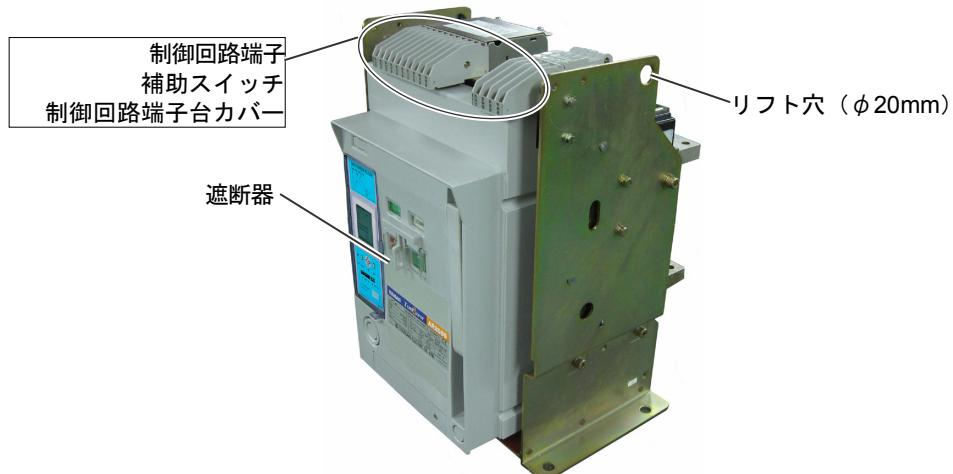

図1 遮断器の運搬
- 遮断器を吊り上げるときは、リフト穴に吊り上げ金具またはワイヤーロープ等を掛け下さい。このとき、ロープの内側に加わる力で、図1に示す制御回路端子、補助スイッチ、制御回路端子台に当たらないようにして下さい。また、遮断器を吊り上げる時、ゆっくりと吊り上げて下さい。運搬する場合はパレットに乗せて静かに移動させて下さい。